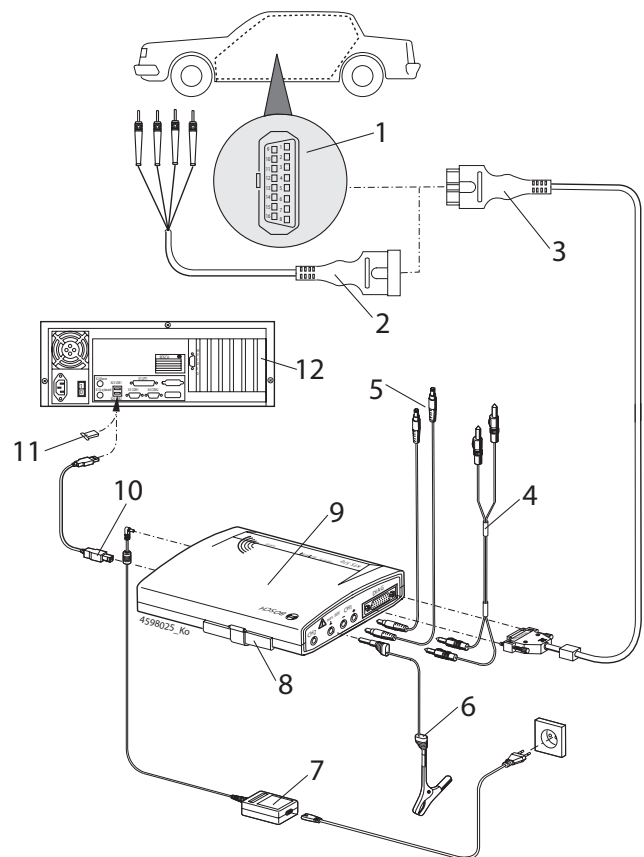

Fig. 3: Anslutningsschema, exempel KTS 570
! Använd UNI-anslutningsledningen (fig. 3, pos. 2) endast för mätningar under 30 V.
- OBD-diagnosledning (fig. 3, pos. 3) eller
- OBD-diagnoskabeln och UNI-anslutningskabeln (fig. 3, pos. 2) eller